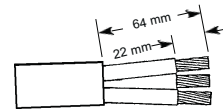

Fig. 1
- Dénuder le cordon de sa gaine et les conducteurs de leur isolant tel qu'illustré à la figure 1 à droite. NE PAS ÉTAMER LES CONDUCTEURS.